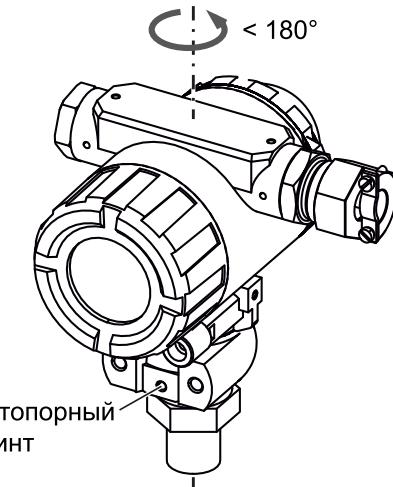

Рисунок 6.3 – Поворот корпуса относительно штуцера
- Ослабить стопорный винт с помощью ключа для внутреннего шестигранника размером S = 2 мм (см. рисунок 6.3).